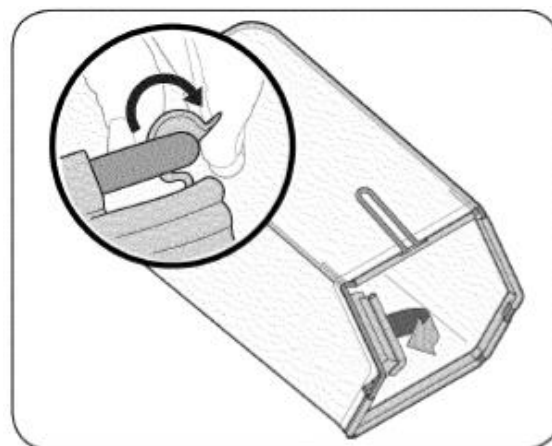

РИС. 7
- В. Натяните контейнер на рамку до зацепления защелок на рамке (см. Рис. 7).